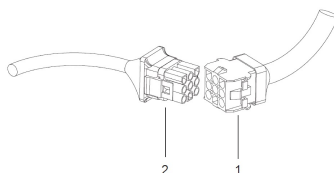

Fig. 22: Multikontakt
15. ► Anslut alla "plug & play"-kablar (Fig. 22).